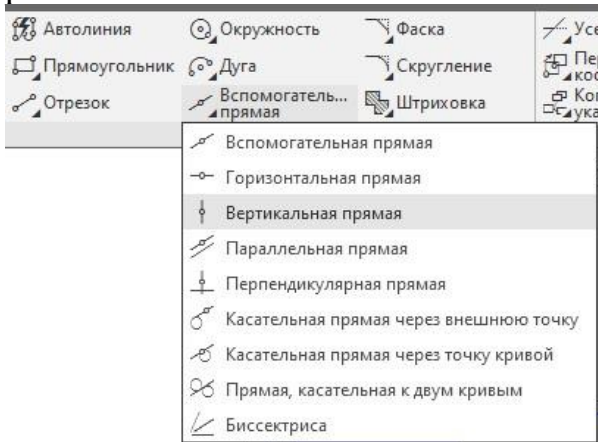

Рис. 2.1. Панель *Геометрия* з панеллю розширених команд допоміжних прямих
2.1.1.1. Побудуйте вертикальну пряму за допомогою команди *Вертикальная прямая*  на панелі *Геометрия*, рис. 2.1.